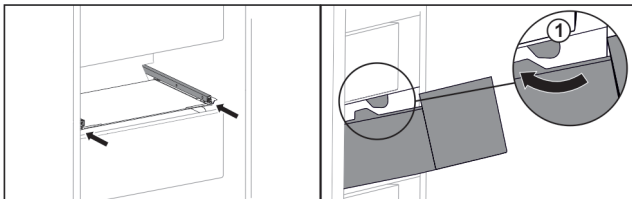

Fig. 53
- ▶ Обвести висувний ящик навколо стопора Fig. 53 (1).